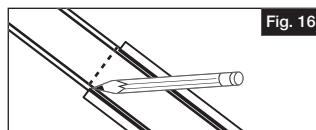

Fig. 16
- Une fois que la longueur est déterminée, utiliser un crayon pour tracer une ligne au centre du renfort (Fig. 16).